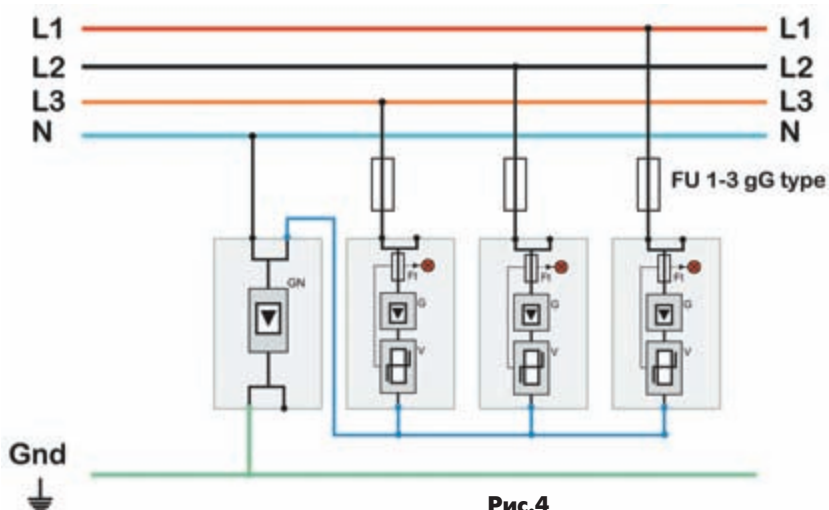

Рис.4
- параллельный или Т-образный (рис.4), когда УЗИП подключается параллельно питающей цепи. Рабочий ток при этом через устройство защиты не идёт, т.е. вы можете его использовать при любой мощности системы электроснабжения. Сечение соединительных проводников должно выбираться в соответствии с рекомендациями производителя УЗИП.